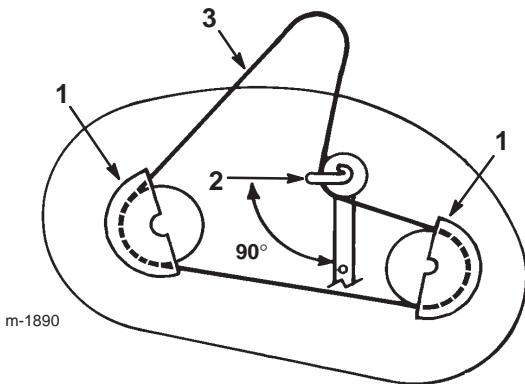

Bild 46
2. Entfernen Sie die Befestigungsschrauben der Riemenabdeckungen und die Riemenabdeckungen von beiden Schnittmesser-Riemscheiben (Bild 46).
3. Lockern Sie die Schraube und die Mutter, mit denen die Spannscheibe und die Riemenführung befestigt sind, entfernen Sie diese aber nicht (Bild 46).
2. Richten Sie die Riemenführung der Spannscheibe so aus, dass sie 90° nach links zum Spannscheibenarm zeigt (Bild 46).
4. Montieren Sie die linke und rechte Riemenabdeckung mit den Befestigungsschrauben (Bild 46).